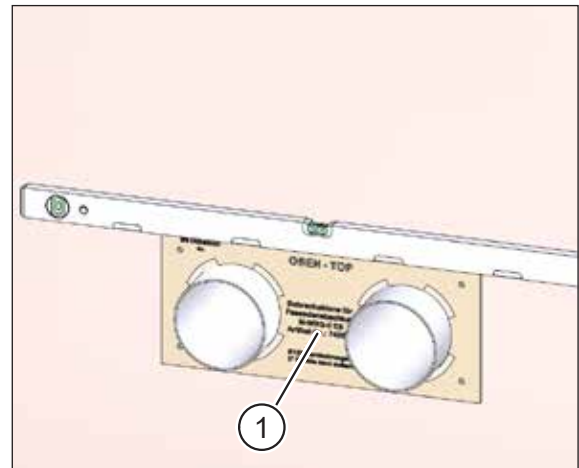

Abb. 23: Lüftungsrohre an der Außenwandseite
- ▶ Schieben Sie die Bohrschablone für den Fassadenabschluss (Pos. 1 in Abb. 23) über die Lüftungsrohre.